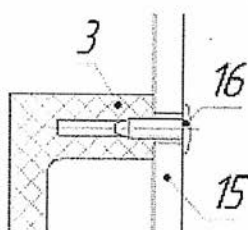
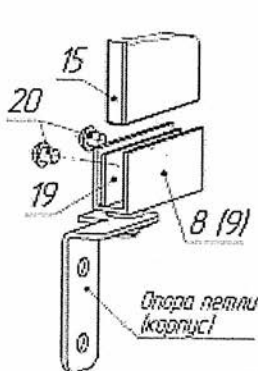
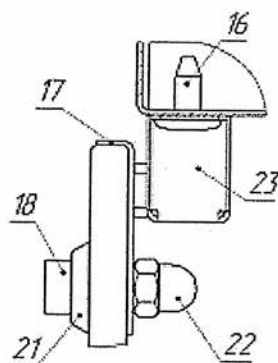

Рис. 2. Схема установки ручки.
Рис. 3. Схема установки петли.
Рис. 4. Схема установки накладки
- 7.2. Установите шампуры 7. Установите на стекла 15 ручки 3 при помощи саморезов 16 (рис. 2); металлические накладки 17 при помощи винтов 18 с шайбами 21 и гайками 22 (рис. 4), после чего стекла 15 закрепите в петлях 8 и 9 (рис. 3) посредством винтов 20 и прокладок 19, выровняв стекла горизонтально. При необходимости выровняйте магнитные защелки 23 таким образом, чтобы их контакт с накладками 17 осуществлялся по всей поверхности магнитных пластин. Для этого ослабьте саморезы 16, выровняйте защелки 23 и снова заверните саморезы.